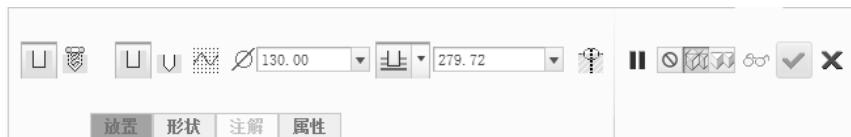

图 3.35 【孔】操控板
(1) 从【工程】操控板中单击【孔】按钮 , 系统显示【孔】操控板, 如图 3.35 所示。